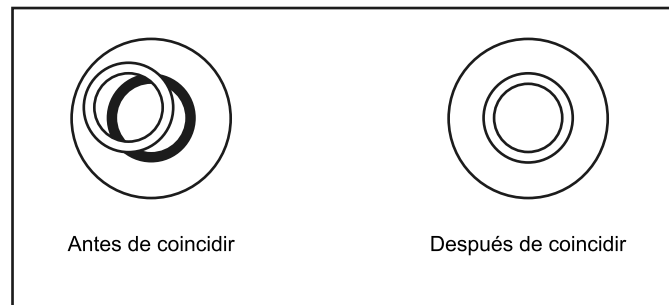

Figura 8.
c) Retire el ocular e inserte el telescopio de centrado, observando que el anillo brillante (placa anular) coincida con el anillo oscuro (placa de contraste de fase) Ver Figura 8. Ajuste el tornillo de la placa anular para que el anillo oscuro cubra completamente el anillo brillante.